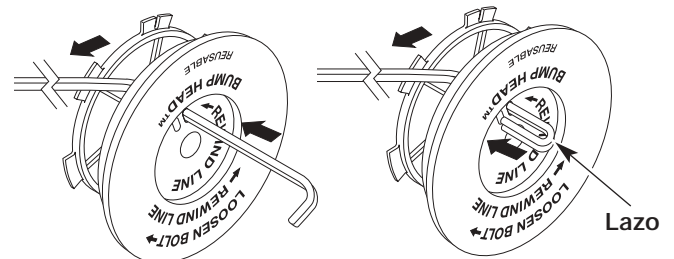

Figure 37
8. Tome aproximadamente 20 pies (6.1 m) de nueva línea de corte. Inserte un extremo de la línea a través de uno de los orificios del carrete interior (Fig. 37). Pase la línea a través del carrete interior hasta que queden sólo 4 pulgadas fuera.
9. Inserte el extremo de la línea en el orificio abierto del carrete interior y tire de la línea en forma ajustada a fin de que el lazo sea lo más pequeño posible (Fig. 37).